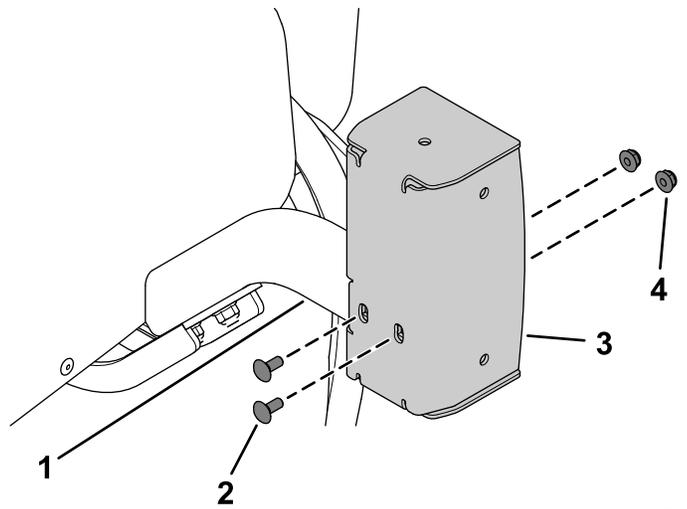

Figura 20
- contratuercas (1/4"), como se muestra en la Figura 20.